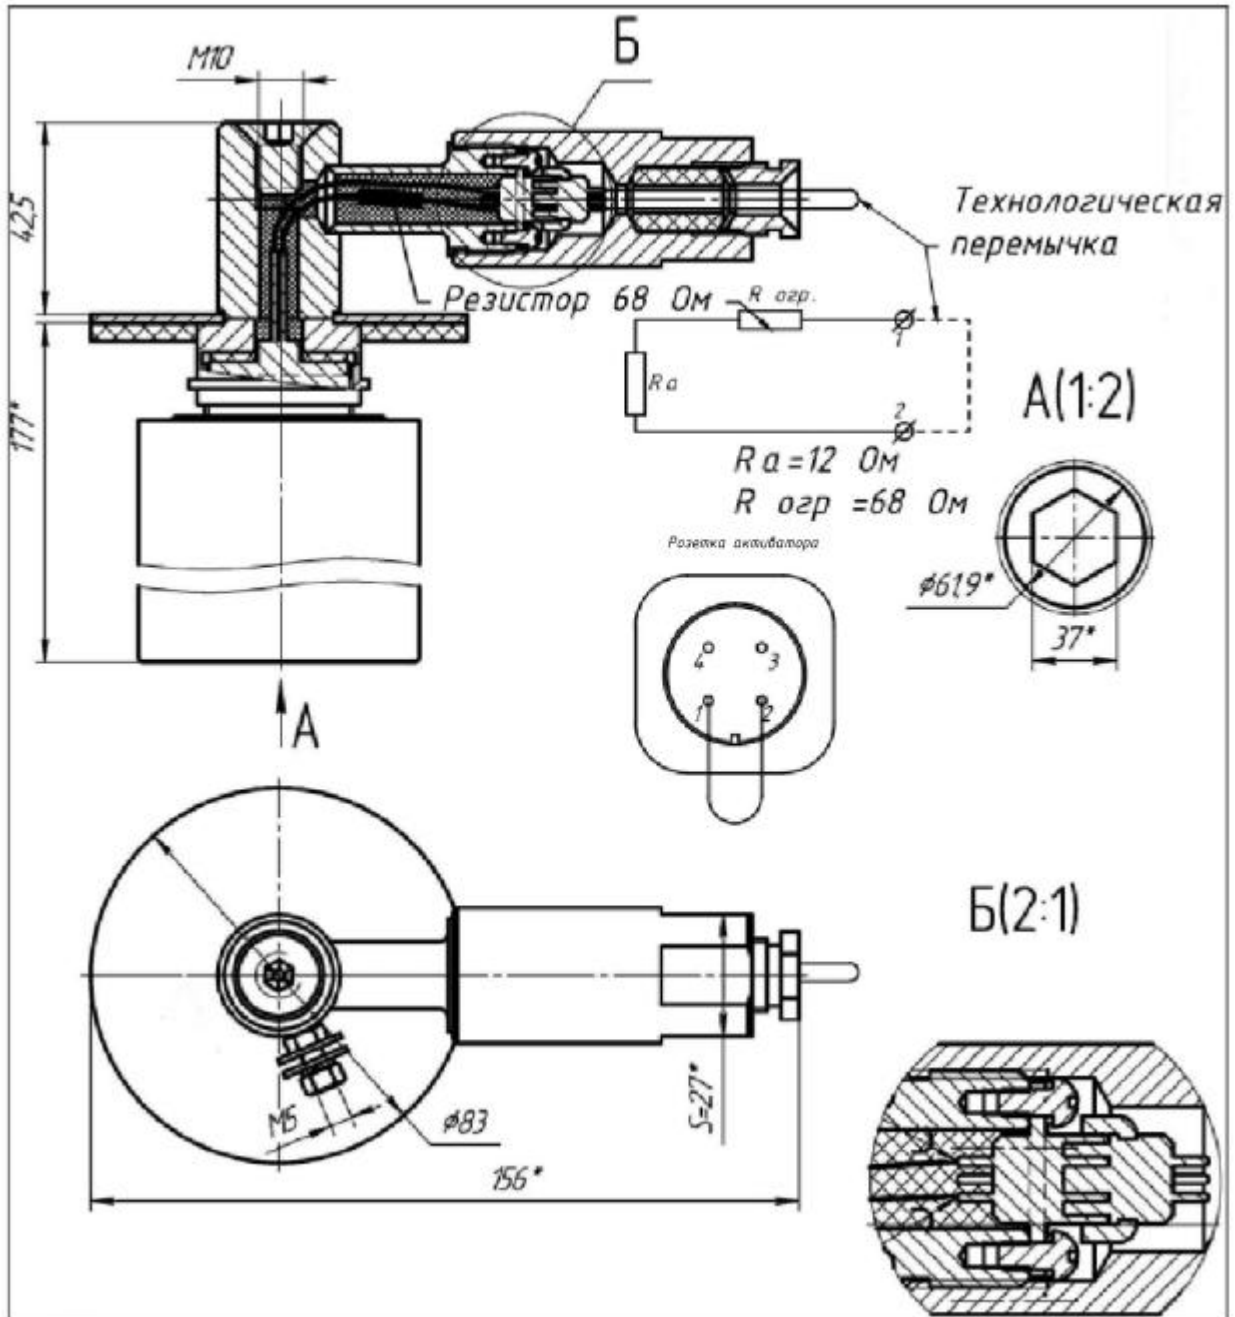

Рис. 2. Чертеж средств взрывозащиты модуля «ТРВ-Гарант-14,5-11».
3.3 Взрывозащищенность модуля (рис.2) пожаротушения тонкораспыленной водой МУПТВ достигается применением видов взрывозащиты «взрывонепроницаемая оболочка», по ГОСТ 30852.1-2002, «искробезопасная электрическая цепь» по ГОСТ 30852.1-2002, специальный вид взрывозащиты по ГОСТ 22782.3-77 и соблюдением особых условий